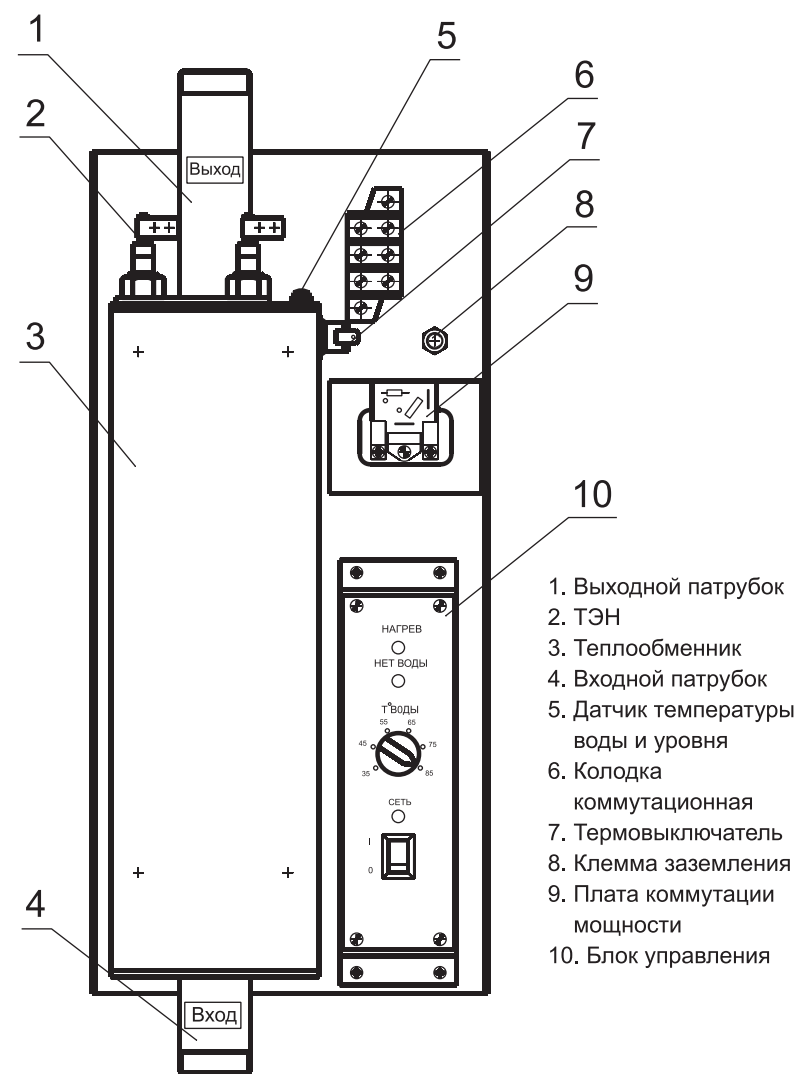

Рис. 1. РусНИТ-203, 204.
5.1. Отопитель состоит из следующих основных частей: теплообменника (бака), элементов коммутации и блока управления (рис. 1).
Блок управления служит для анализа и обработки данных с датчиков отопителя и управления процессом нагрева теплоносителя при различных режимах работы электродкотла. На лицевой панели блока управления (рис.1.) расположены следующие органы управления и индикации: